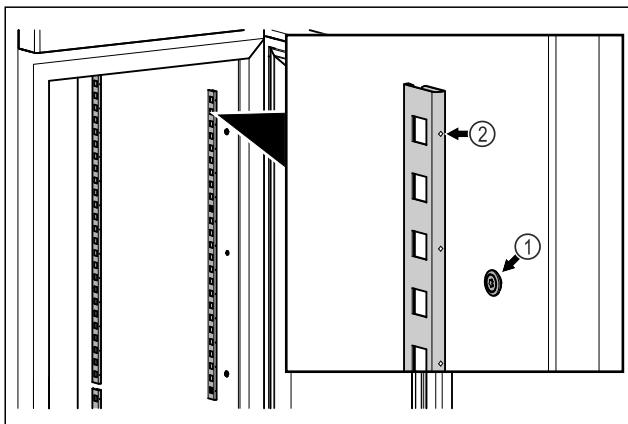

Fig. 56 Приблизне відображення
- Зачепити фіксувальну планку за підвіску Fig. 56 (1).
Маркування Fig. 56 (2) повинно бути спрямоване вперед.